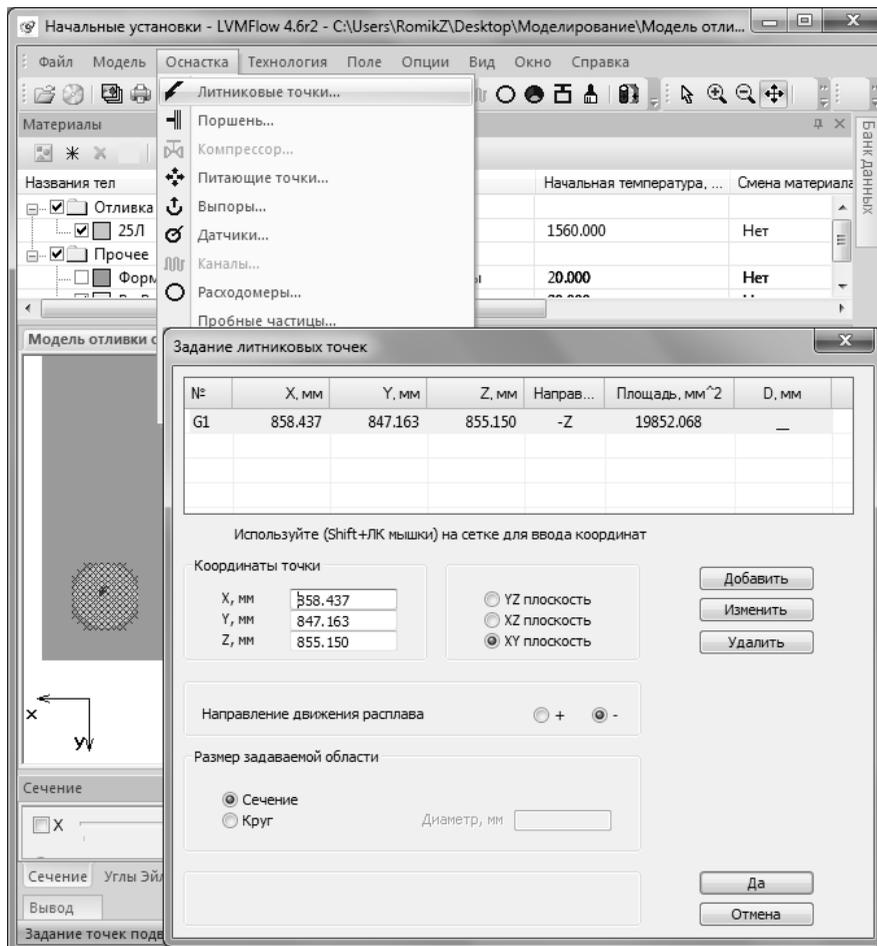

Рисунок 7 - Задание литниковой точки
точки». Появится окно диалога «Задание литниковых точек» (рис. 7).
- левой клавишей мыши при нажатой клавише Shift на клавиатуре укажите голубое сечение литниковой чаши на поверхности. Выбранное сечение окрасится в красный цвет. Нажмите кнопку «Да» (рис. 7).